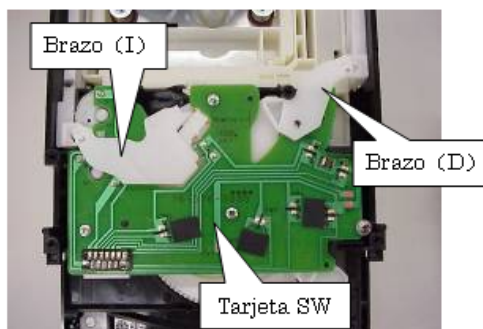

Fig. 1.13
3. Liberación de los brazos Izquierdo/Derecho (I/D) y deslizadores (Fig. 1.13)